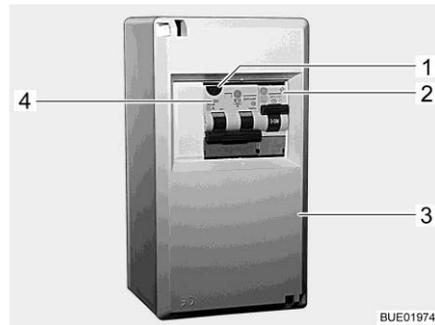
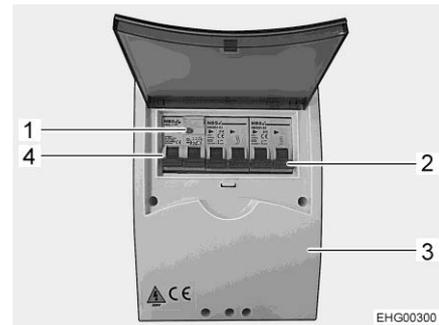

Fig. 186 Caja de fusibles de 230 V
Fig. 187 Caja de fusibles de 230 V (variante)
- Desconectar los interruptores de protección de línea (Fig. 186,2, Fig. 186,4 ó Fig. 187,2, Fig. 187,4) en la caja de fusibles (Fig. 186,3 ó Fig. 187,3).
- Al estar el vehículo conectado a la alimentación de 230 V, pulsar la tecla de prueba (Fig. 186,1 ó Fig. 187,1) del interruptor de corriente de defecto / de protección de línea combinado (Fig. 186,4 ó Fig. 187,4) en la caja de fusibles (Fig. 186,3). Se debe activar el interruptor de corriente de defecto.